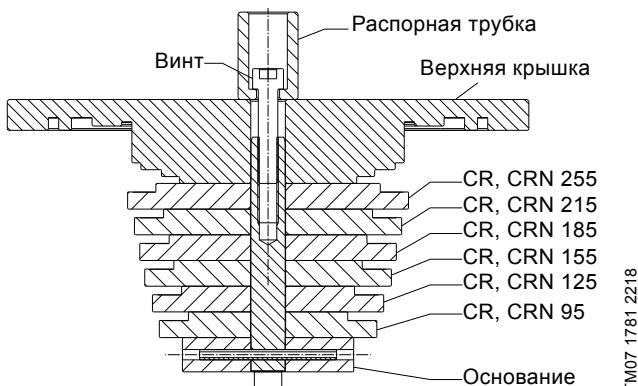

Рис. 29 Приспособление L для установки уплотнительного кольца
- Снимите стопор уплотнительного кольца (65) с камеры (4 или 4а) или всасывающего узла (44) при помощи плоской отвертки.
- Снимите уплотнительное кольцо (45).
- Используйте приспособление L, а также подберите диск подходящего размера для конкретного насоса и снимите с приспособления остальные диски. См. рис. 29.